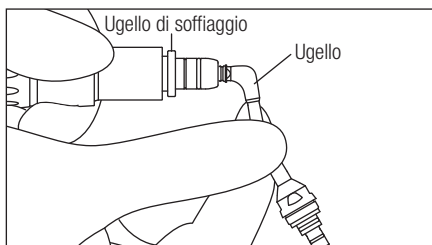

Fig. 16
- 5) Collegare il beccuccio sfiatatoio al puntale (Fig. 16) e far funzionare il dispositivo a vuoto. Con questa operazione verrà scaricata la polvere residua presente nel puntale.